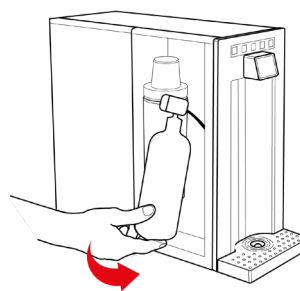

Fig. 7-14
22.5 – Inserire la bombola del gas CO₂ **verticale con la valvola rivolta verso l'alto** assemblata con il riduttore già regolato, nel vano interno dell'apparecchio, vedi Fig. 7-14.